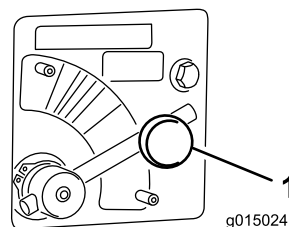

図 44
1. スピナーのバルブレバーを固定しているノブをゆるめる 図 44。
2. スピナーバルブのレバー (図 44) を、希望する色に合わせる。
1. スピナーバルブのレバーを **青** 最高速度にセットする 図 44。レバーを一杯に回すと、レバーは水平になる。